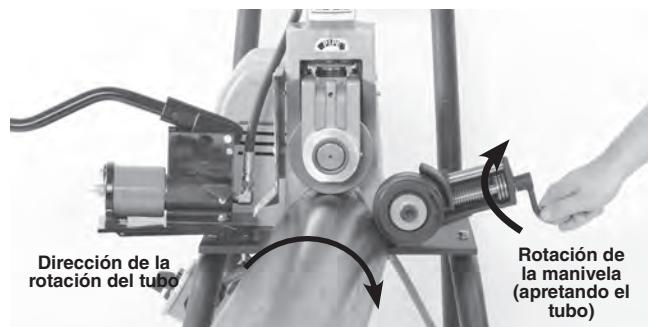

Figura 14 – Desvío del tubo en ½ grado (exagerado en la imagen)
3. Haga rotar la manivela del estabilizador para que el rodillo se ponga en contacto con el tubo. Dele otra vuelta completa a la manivela, para cargar el rodillo contra el tubo (*Figura 14*). No estire el cuerpo sobre el tubo para ajustar el estabilizador.